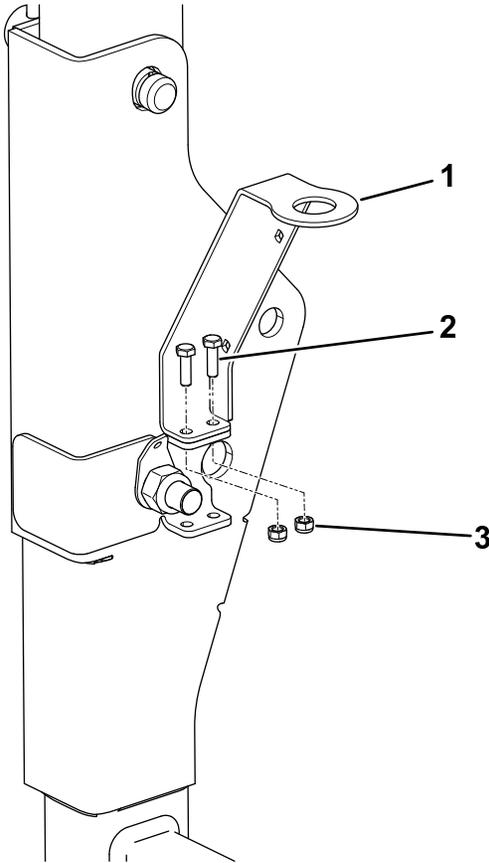

Bild 10
- Fluchten Sie die kleinen Löcher in der Halterung der Rundumleuchte mit den oberen Löchern in der Halterung des Überrollschutzes aus (Bild 10) und befestigen Sie die Halterungen mit den zwei Schrauben (M6 x 20 mm) und zwei Sicherungsmuttern (M6).